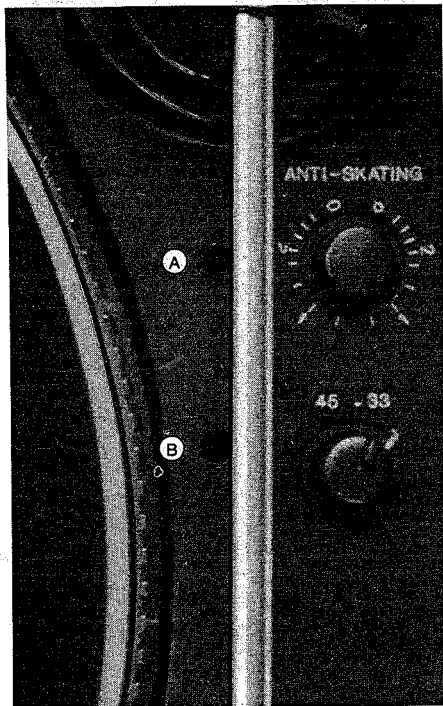

Abb. 4
11. Justage der Tonarmlifthöhe (Abb. 4)
12. Justage des Tonarmaufsetzpunktes (Abb. 4)